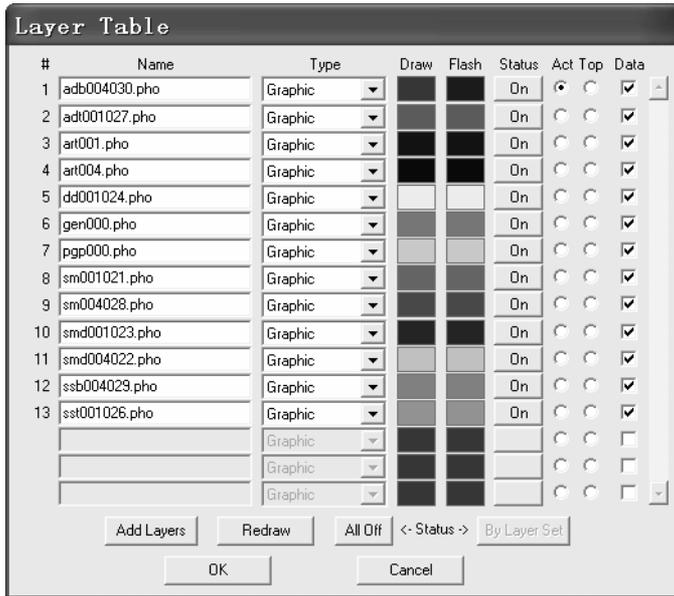

图 17-23 “Layer Table” 对话框
(21) Y 弹出如图 17-23 所示的对话框,可以在该对话框中设置各层的颜色、类型和开关等。